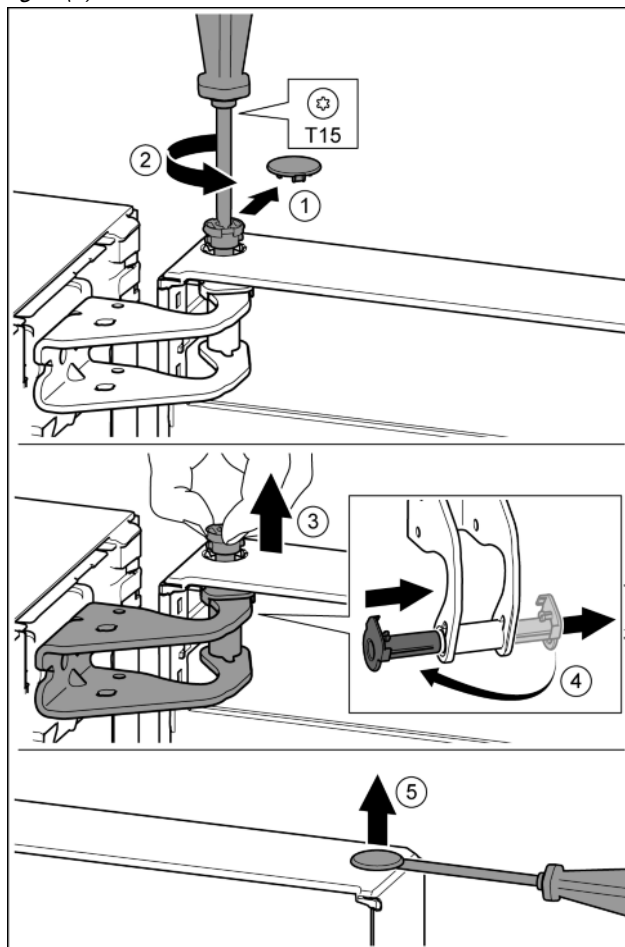

Fig. 9
- Enlever délicatement le cache de sécurité. *Fig. 9 (1)*
- Dévisser légèrement le boulon avec un tournevis T15. *Fig. 9 (2)*
- Tenir fermement la porte et sortir le boulon avec les doigts. *Fig. 9 (3)*
- Tirer la douille de palier en dehors du guide. La mettre de l'autre côté et l'enclencher. *Fig. 9 (4)*